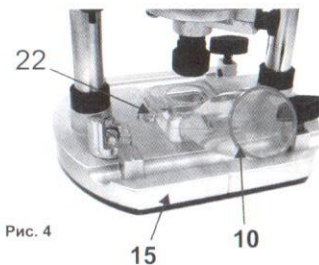

Рис. 4
- Патрубок пылесоса (10)(См. Рис.4) позволяет подсоединить практически любой бытовой или строительный пылесос к Вашему инструменту для более чистой работы.
- Патрубок пылесоса устанавливается на опорной подошве (15)(См. Рис. 4).
- Установите патрубок для пылесоса в паз на основании (15)(См. Рис.4) инструмента.
- Вставьте винты в крепёжные отверстия (22) в основании и адаптере.